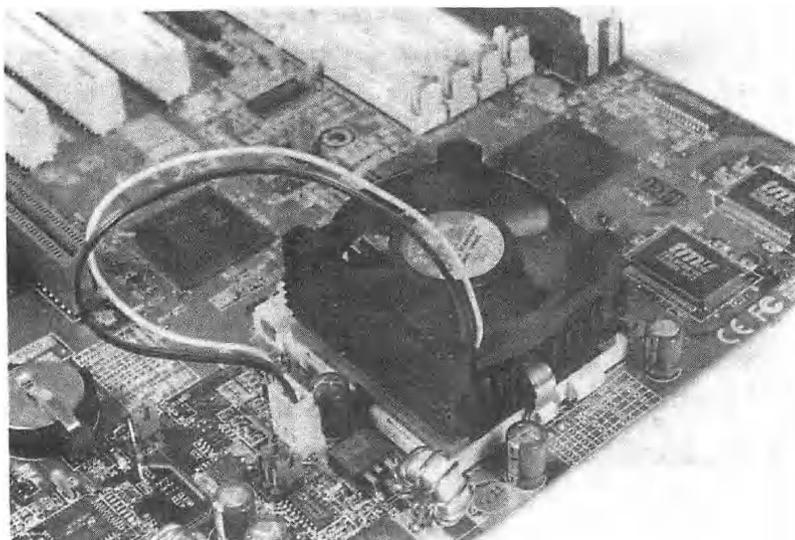
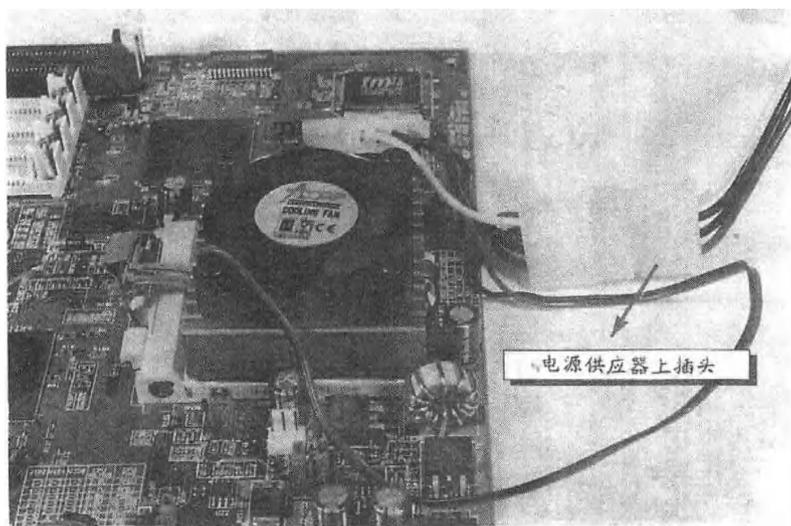

图 1-16
图 1-17
9. 接好风扇的电源接头,有的风扇的电源是接在主机板上的(如图 1-16),而有的则是接在电源供应器上(如图 1-17)。